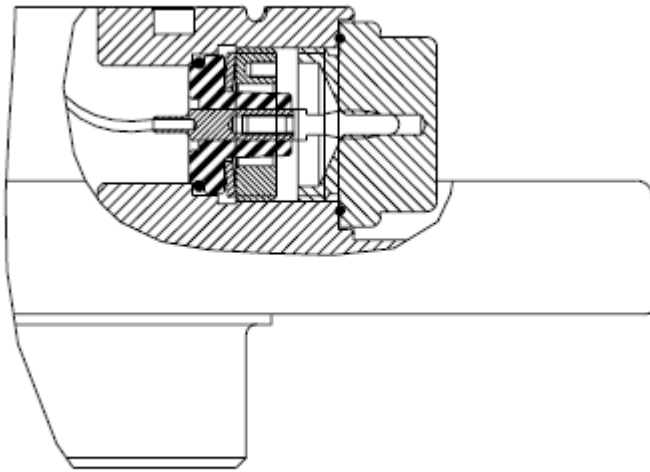

Figura 4
- La capa conductora externa del cuerpo capacitivo está conectada a una toma de prueba aislada situada en la brida. Durante el funcionamiento, la tapa de la toma debe de estar atornillada, con el fin de conectar a tierra el aislador. (Ver figura 4).